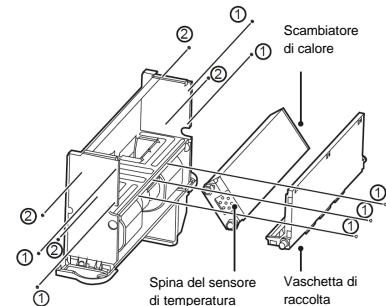

Figura 4-8 Rimozione della vaschetta di raccolta e dello scambiatore di calore
- g) Come mostrato nella Figura 4-8, rimuovere le viti ①\*7 per rimuovere la vaschetta di raccolta. Successivamente, rimuovere le viti ②\*4 per rimuovere lo scambiatore.